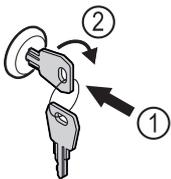

Fig. 153 Primjer izgleda
- ▶ Uvucite ključ Fig. 153 (1).
- ▶ Okrenite ključ za 90° nadesno Fig. 153 (2).